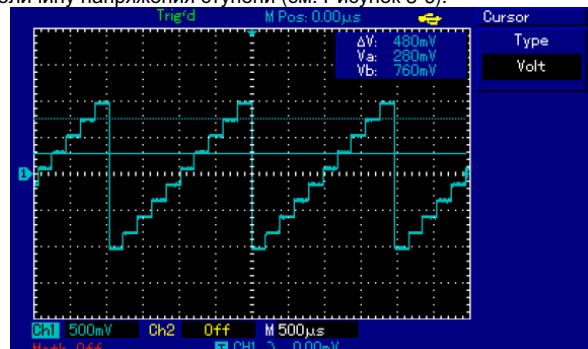

Рисунок 3-6 Курсорное измерение напряжения сигнала
В меню курсора автоматически отобразится величина ΔV , то есть величину напряжения ступени (см. Рисунок 3-6).
4. Нажмите [PUSH SELECTED] для выбора курсора, затем поворотом многофункционального регулятора установите курсор 2 на второй пик функции Sinc. В меню курсора автоматически отобразится величина $1/\Delta T$, то есть частота этой точки (см. Рисунок 3-6а).
Рисунок 3-6а Курсорное измерение частоты сигнала